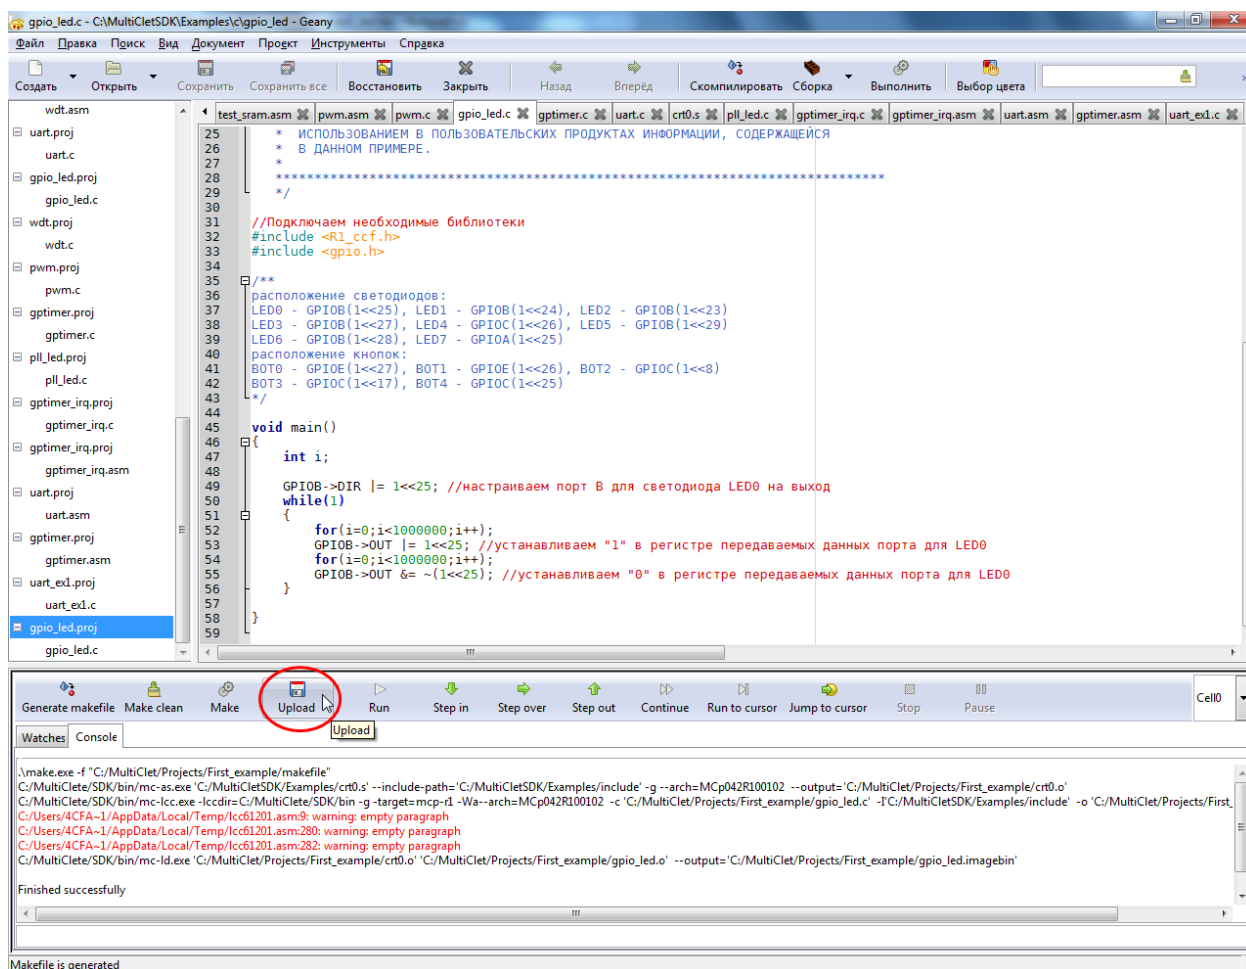

Рис. 18. Загрузка проекта на плату
15) Загрузите проект на плату с помощью кнопки "Upload" на панели инструментов внизу; Загрузка проекта на плату показана на рис. 18.